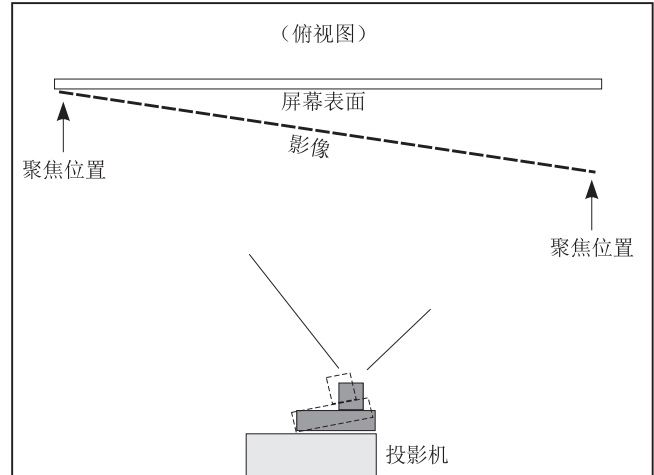

图 2-23 俯视图（演示视轴未校正）
- a. 如果影像右侧在镜头完全缩回之前完成聚焦，则影像聚焦在屏幕前方。请参阅图 2-23。要纠正这一问题，请调整**水平视轴螺栓**，让镜头座对准或瞄准左侧，以平衡左 / 右边缘。